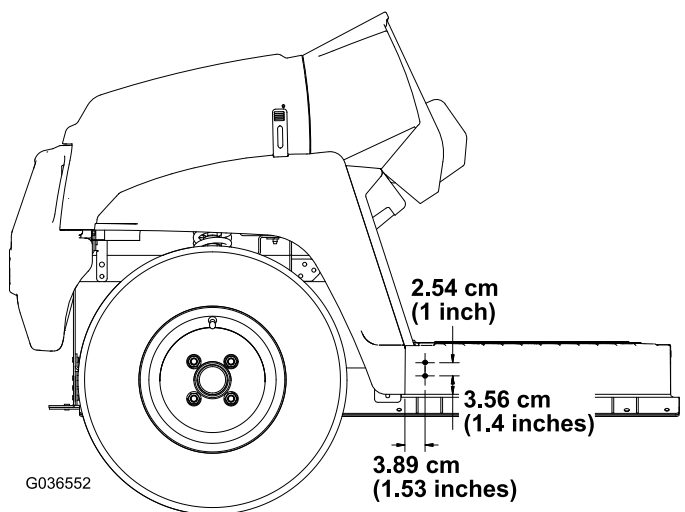

Bild 3
2. Verwenden Sie die in Bild 3 abgebildeten Abmessungen und bohren Sie zwei $\frac{5}{16}$ " große